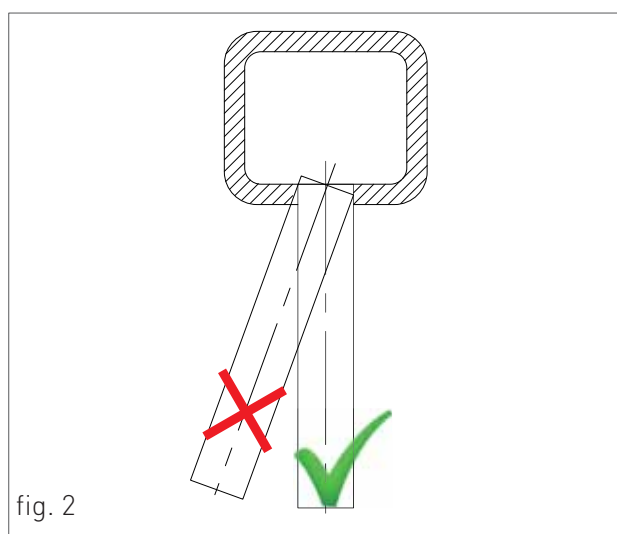

fig. 2
- › Il condotto di scarico deve essere perpendicolare con la parete interna opposta del camino o della canna fumaria (fig. 2).